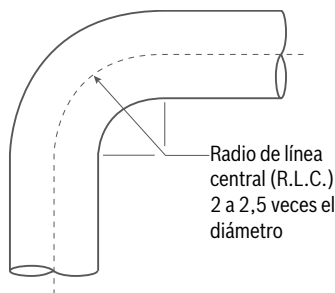

Fig. 15: Radio de curvatura para los codos y/o curvas
- Todos los codos y/o curvas deben tener un radio de curvatura de al menos 1,5 a 2 veces el diámetro del conducto (Fig. 15), tal y como se especifica en las secciones de Configuración del método de gestión de los humos de escape que aparecen a continuación.